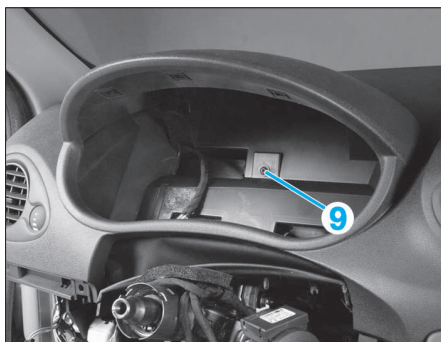

FIG. 42
- Déposer la vis (9) (Fig.42).